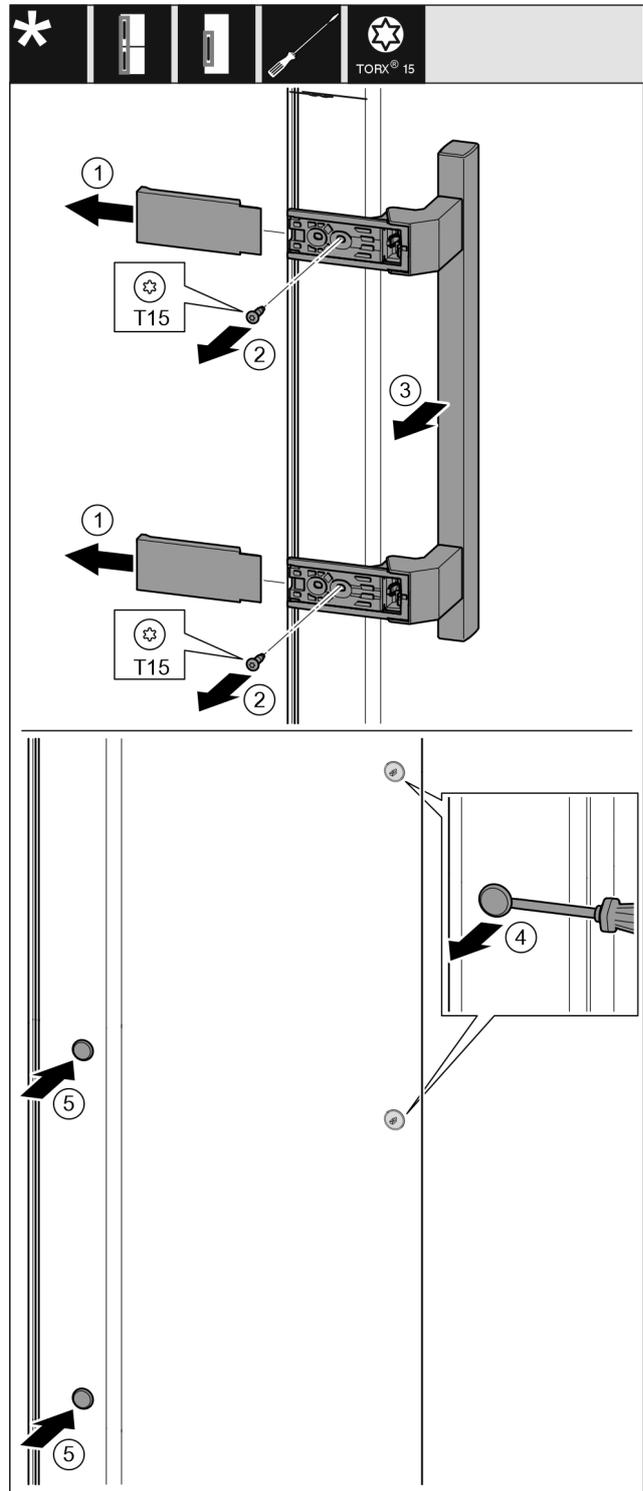

Fig. 11
- ▶ Rimuovere la copertura. Fig. 11 (1)
- ▶ Svitare le viti con un cacciavite Torx 15. Fig. 11 (2)
- ▶ Rimuovere la maniglia. Fig. 11 (3)
- ▶ Sollevare il tappo laterale con cautela con un cacciavite a taglio e estrarlo. Fig. 11 (4)
- ▶ Reinserire il tappo sull'altro lato. Fig. 11 (5)